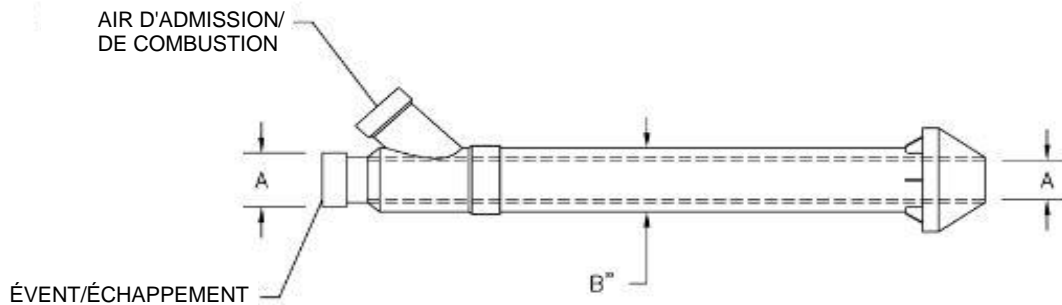

Figure 20 - Disposition dimensionnelle des ensembles de ventilation concentrique 3" et 4"
1. Familiarisez-vous avec les ensembles de ventilation coaxiale approuvés par IPEX, comme indiqué dans le tableau 4 et les figures 20 à 22.